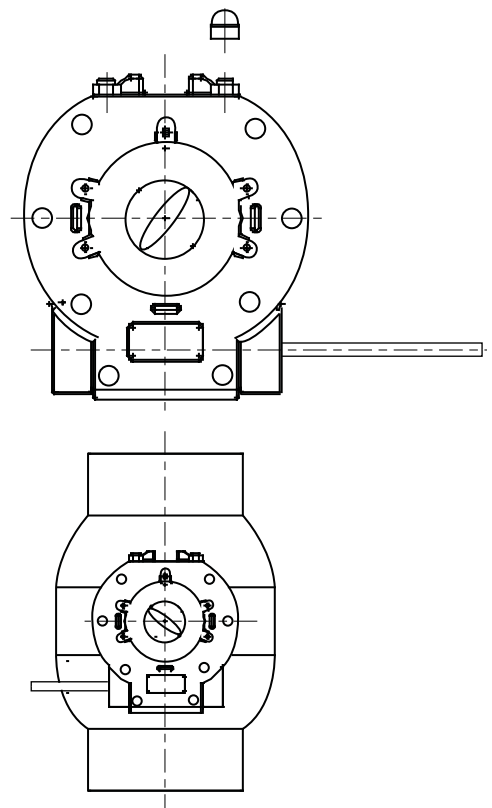

Рис. 1
1.3 Установите редуктор в положение «открыто» — указатель положения редуктора должен указывать на положение OPEN: «открыто» (см. рис. 1).